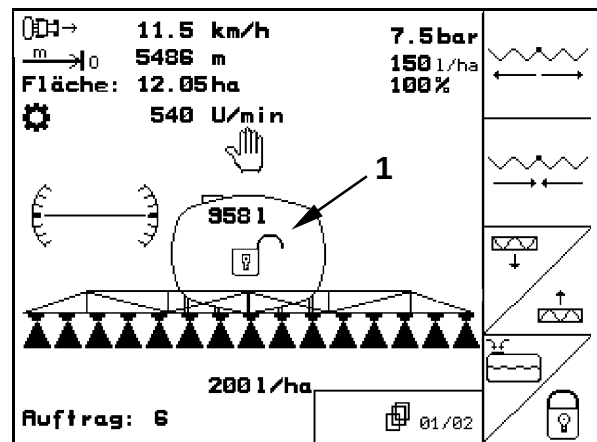

Fig. 121
- En el menú Trabajo aparece el símbolo del candado abierto (Fig. 121/1). El varillaje desplegado puede oscilar libremente respecto al portavarillaje.